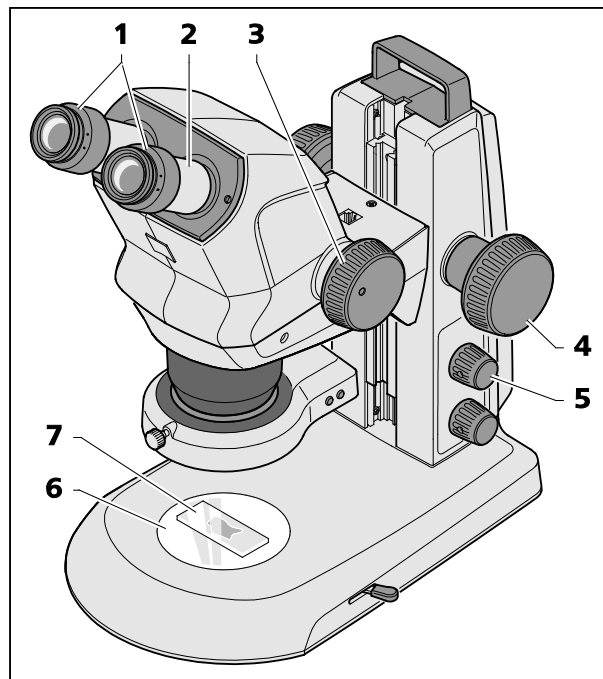

図 13 双眼実体顕微鏡の調整
1. 対象 (図 13/7) をガラス/プラスチックプレート (図 13/6) の中央にセットし、照明を当てます (図 13/5)。
2. 可動式接眼レンズ (図 13/1) のジオプター調整を「0」にセットします。
3. 両目で接眼レンズを覗き込んだ時、切れ目のない光の煙 (対象フィールド) が 1つだけ見える位置まで、接眼レンズホルダー (図 13/2) を横にスライドして左右の眼と眼の間隔を調整します。
4. 最小は、ズーム (図 13/3) を最小の拡大レベルに調整します。
5. 対象の画像中心にある小さなはっきり見える詳細に焦点を合わせます (図 13/4)。
6. 最大ズーム値を調整します (図 13/3)。拡大すると、はっきり見える詳細は再びぼやけて表示され、画像の中心ではなくなります。
7. 焦点を合わせて対象をはっきりさせ、対象を移動させて新たに詳細を探し、再び正確に焦点を合わせます (図 13/4)。
8. その後、再び最小のズーム値にセットし、画像ぶれがある場合は、それぞれの眼に対して個別に可動式接眼レンズの (焦点調節ノブ 図 13/4 ではありません) ジョプター調整で修正します (球面収差補正)。
- 回転ボタン（図 13/5）を押すと、入射光照明のオン/オフが切り替わります（スポットライトまたはダブルスポットライト）。